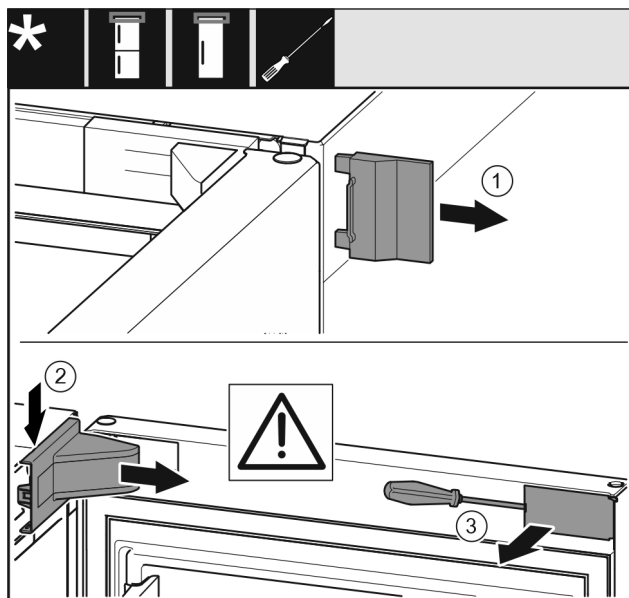

Fig. 8
- ▶ Sejměte vnější kryt. Fig. 8 (1)
- ▶ Odjistěte a uvolněte kryt stojanu ložiska. Sejměte kryt stojanu ložiska. Fig. 8 (2)
- ▶ Plochým šroubovákem vyjměte zásepku a otočte ji ke straně. Fig. 8 (3)